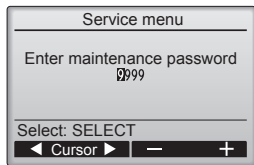

Fig. 7-2
- ① Sélectionnez "Service" dans le menu général puis appuyez sur le bouton [SELECT/HOLD]. (Fig. 7-2)
- ② Lorsque le menu SAV est sélectionné, une fenêtre vous invitait à saisir le mot de passe apparaît. (Fig. 7-2)